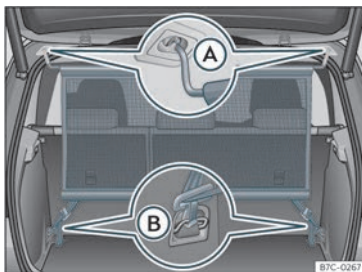

Fig. 122 Rede de separación montada.
- Enganche a rede de separación no aloxamento esquerdo do teito»» fig. 122 (A). Asegúrese de puxar da barra transversal cara abaixo máis aló da posición superior.
- Enganche a rede de separación no aloxamento dereito do teito comprimindo a barra transversal»» fig. 122 (A).
- Enganche os dous ganchos da rede de separación nas argolas de amarre do maleteiro»» fig. 122 (B) e tense ben os cintos de fixación.